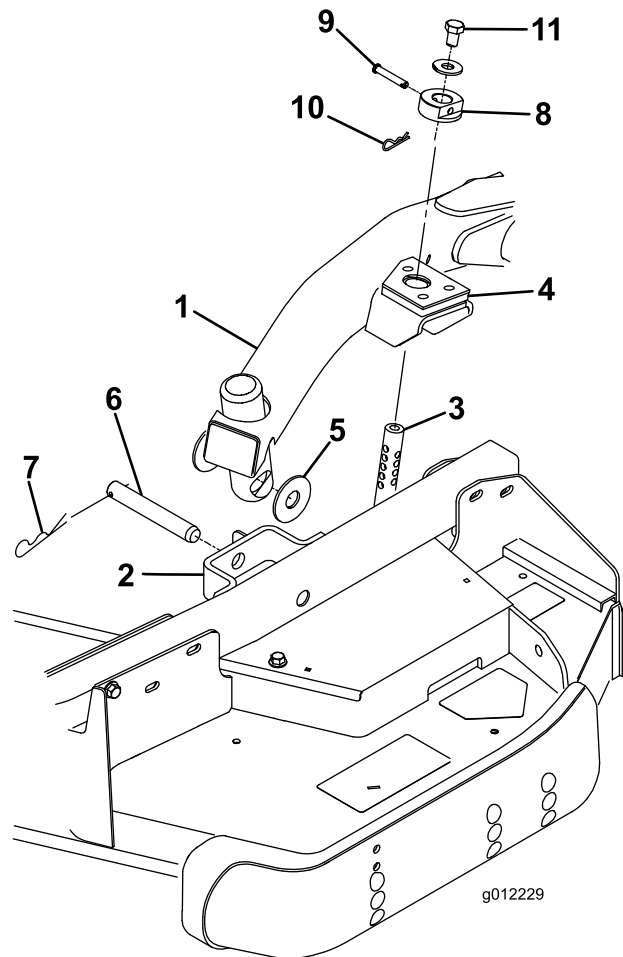

Figura 4
2. Mueva la palanca de elevación a la posición Flotar. Empuje hacia abajo uno de los brazos de elevación hasta que los taladros del brazo de elevación estén alineados con los taladros del soporte del brazo de la rueda giratoria y pueda introducirse la varilla de ajuste de la altura de corte en los alojamientos del brazo de elevación (Figura 4).
3. Fije el brazo de elevación al brazo de la rueda giratoria con 2 arandelas de empuje, un pasador y un pasador de horquilla. Coloque las arandelas de empuje entre el brazo de elevación y el soporte del brazo de la rueda giratoria (Figura 4). Introduzca el extremo del pasador de horquilla en la ranura de la pestaña del brazo de la rueda giratoria para retener el pasador.
7. Instale los collares de ajuste de la altura de corte sobre las varillas de ajuste de la altura de corte y fíjelos con los pasadores y los pasadores de horquilla (Figura 4). Oriente la cabeza del pasador hacia la parte delantera de la plataforma, si es posible.
8. Instale un perno de (1/2 x 3/4 pulgada) y una arandela en la parte superior de cada varilla de ajuste de la altura de corte (Figura 4).